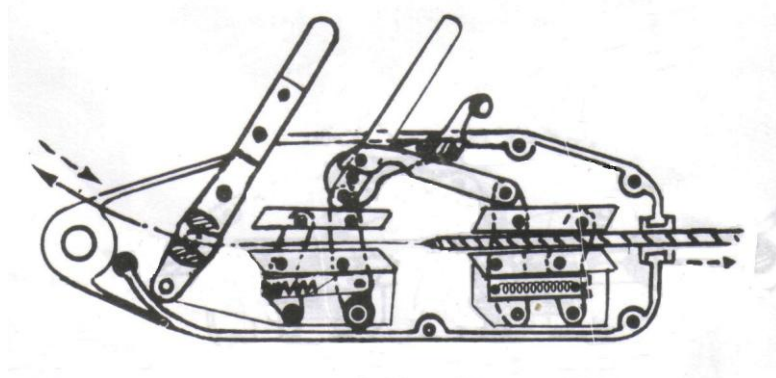

Рис.1 Конец троса входящий и выходящий.
1. Вставка троса. (Рис.1) Опустите конец троса и нажимайте на рычаг вперед-назад.
(3) Остановить. Всякий раз, когда вы поднимаете или опускаете груз, можно в любой момент зафиксировать его в нужном положении, для этого нужно нажать рычаг остановки.
(4) Вытащить трос из лебедки. (Рис.1) В конце работы зубцы захватов раскроются сразу же, как только вы нажмете освобождающий рычаг, а затем трос выйдет из нижнего отверстия лебедки.